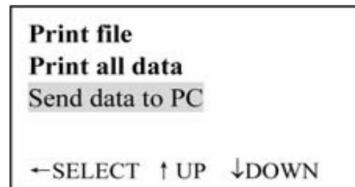

Abbildung 45
- d. Bewegen Sie den Cursor mithilfe der „↑“ oder „↓“-Taste auf „Send data to PC“ (Daten an PC senden), wie in Abbildung 45 dargestellt.